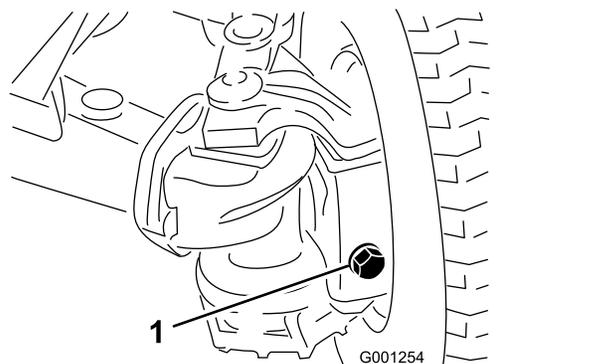
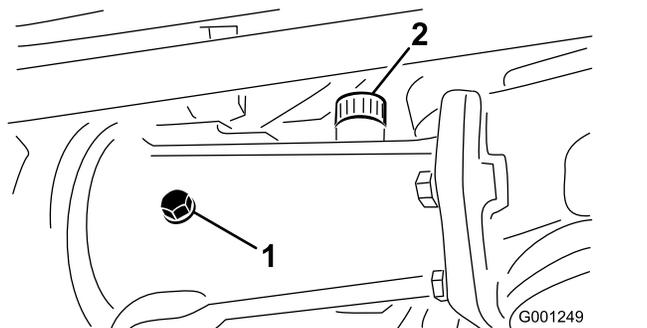

図 58
図 57
2. 中央のアクスルハウジングから点検プラグを取り、左右の外側のアクスルケースから補給/点検プラグを外す 図 57 と 図 58。
3. それぞれのプラグのねじ溝の高さまでオイルがあることを確認する 図 57 と 図 58。
- A. 中央のアクスルハウジングに補給する場合は、補給用プラグを外す 図 57。
- B. それぞれのアクスルケースの点検プラグ 図 57 と 図 58 の穴の下の縁まで、所定の潤滑油を補給する。
- C. 中央のアクスルハウジングの補給用プラグを外した場合は、プラグのねじ山部に PTFE テープを巻いてからハウジングに取り付ける 図 57。
5. 中央アクスルハウジングの補給用プラグと左右の補給/点検用プラグのねじ山部に PTFE テープを巻く 図 57。
6. 中央のアクスルハウジングと左右の外側のアクスルケースにプラグを取り付ける 図 57 と 図 58。
8. 中央アクスルハウジングの補給用プラグと左右の補給/点検用プラグのねじ山部に PTFE テープを巻く 図 57 と 図 58 リアアクスルオイルの点検 \(ページ 51\) を参照。
9. 中央のアクスルハウジングと左右の外側のアクスルケースにプラグを取り付ける 図 57 と 図 58 リアアクスルオイルの点検 \(ページ 51\) を参照。